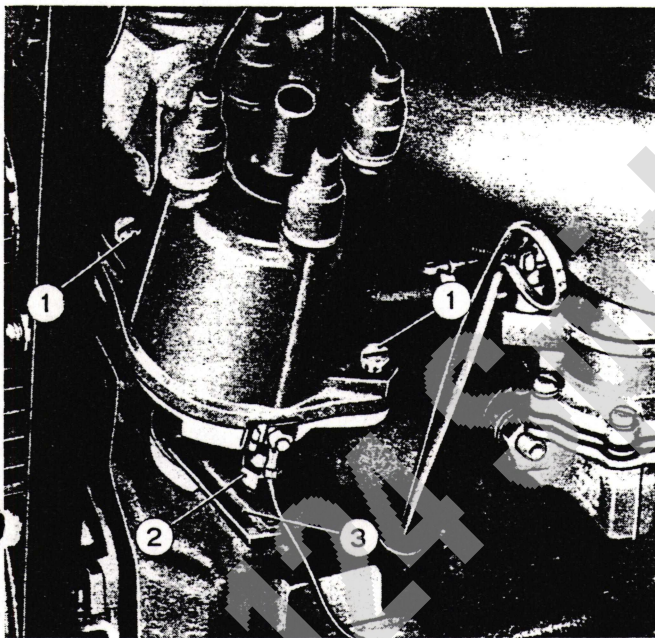

Abb. 83. - Zündverteiler am Motor.
- Dann wird der Verteiler mit dem Bügel (3, Abb. 83) festgeklemmt und mittels der Befestigungsmutter (2) festgeschraubt.